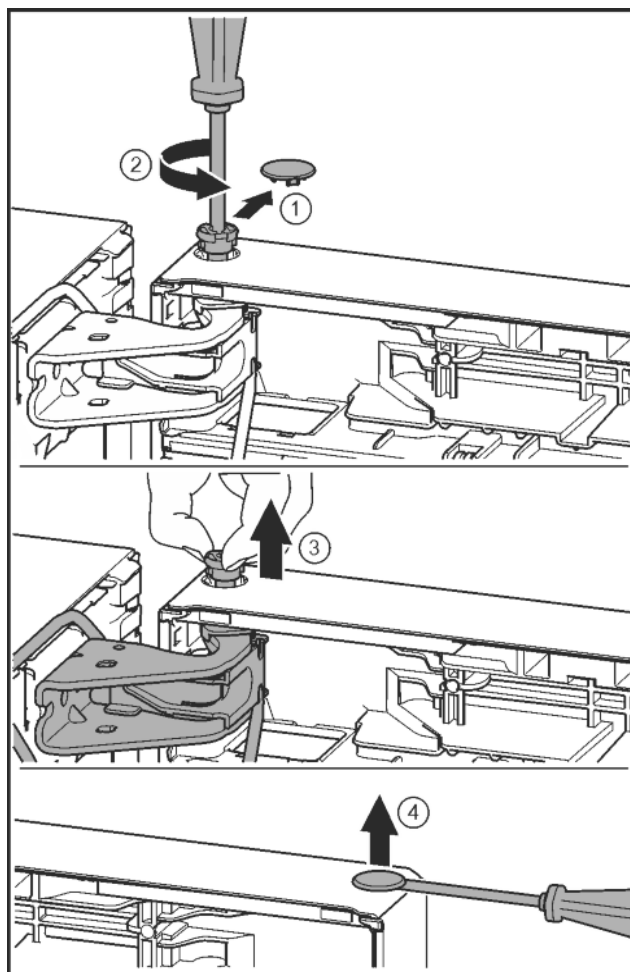

Fig. 20
- ▶ Осторожно снять предохранительную крышку. Fig. 20 (1)
- ▶ Немного выкрутить палец отверткой T15. Fig. 20 (2)
- ▶ Удерживать дверь и вытянуть палец рукой. Fig. 20 (3)
- ▶ Осторожно приподнять шлицевой отверткой заглушку из опорной втулки двери и вынуть. Fig. 20 (4)